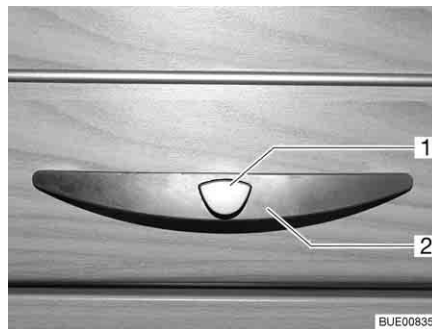
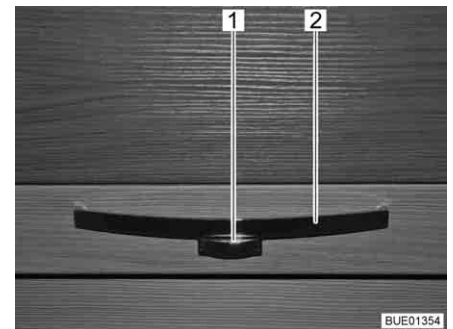

Bild 47 Möbelklappe mit Griff (Beispiel)
Bild 48 Möbelklappe mit Griff (Beispiel)
- Den Entriegelungsknopf (Bild 47,1 oder Bild 48,1) am Griff (Bild 47,2 oder Bild 48,2) drücken und gedrückt halten.